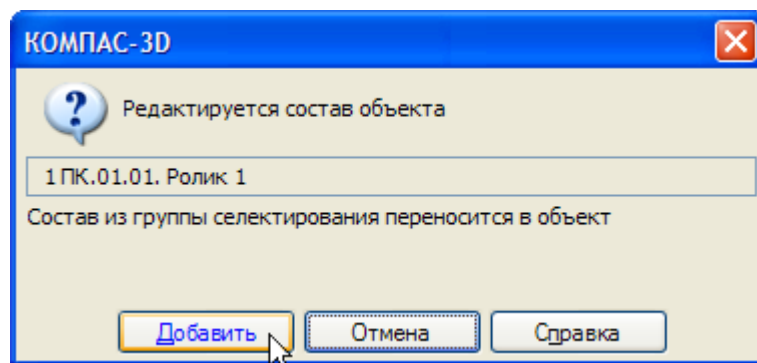

Рисунок 10.
- В окне диалога редактирования состава объекта нажмите кнопку Добавить (рис.10).